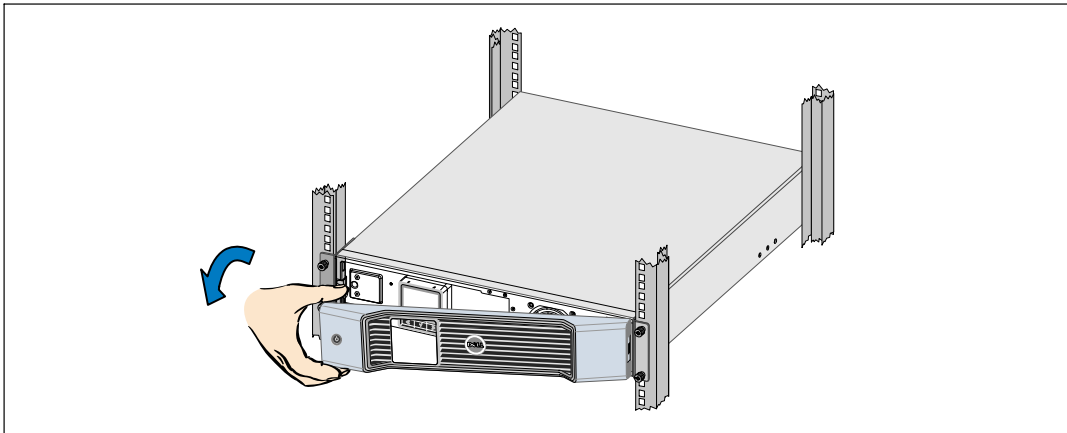

Figura 34. Cómo extraer la cubierta frontal del UPS
- 3 Retire la cubierta frontal del UPS (consulte la Figura 34).